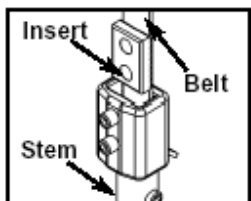
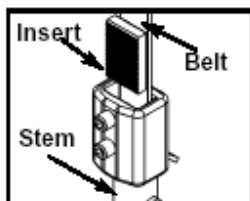

Figura 1A
Figura 1B
D. Verifique se a correia e a inserção estão instaladas corretamente, como mostrado na figura 1A. **NOTA:** Não instale a inserção para trás como mostrado na figura 1B.